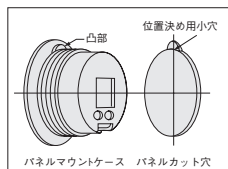

図1
3. パネルに取り付ける際は、パネルマウントケースフランジ部裏側の凸部とパネルカット穴の位置決め用小穴との位置図 (図1参照) を合わせてから行なってください。